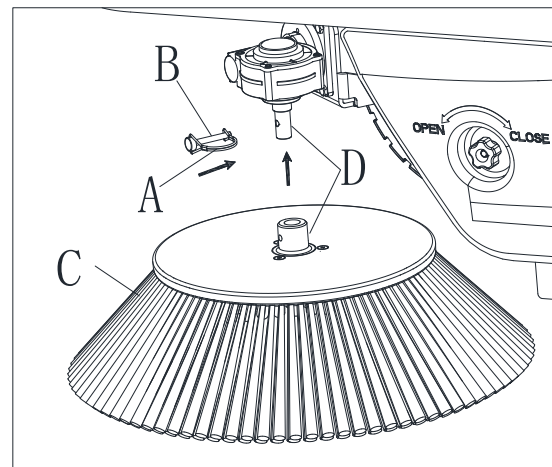

Abb. 14
3. Lösen Sie die Feder (A, Abb. 14) und entfernen Sie den Stift (B, Abb. 14) von der Welle des Seitenbesens (C, Abb. 14).
4. Montieren Sie den Seitenbesen auf der Welle des Getriebemotors, stecken Sie den Stift in die Löcher (D, Abb. 14) und hängen Sie die Feder (A, Abb. 14) ein.